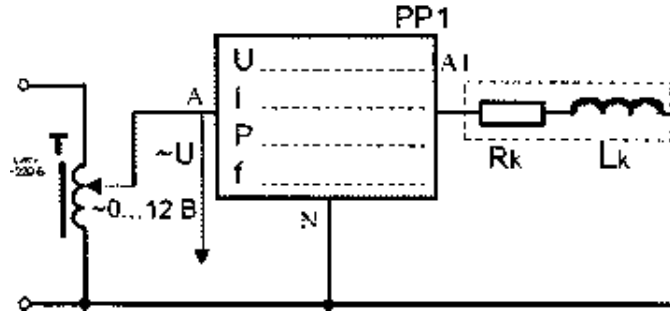

Рис. 2
3.4. Собрать электрическую цепь для исследования реальной катушки индуктивности Z_K (рис. 2). Ручку регулятора напряжения автотрансформатора установить в крайнее левое положение. На измерителе мощности установить пределы измерений «30 В» и «2 А». Предъявить схему для проверки преподавателю.